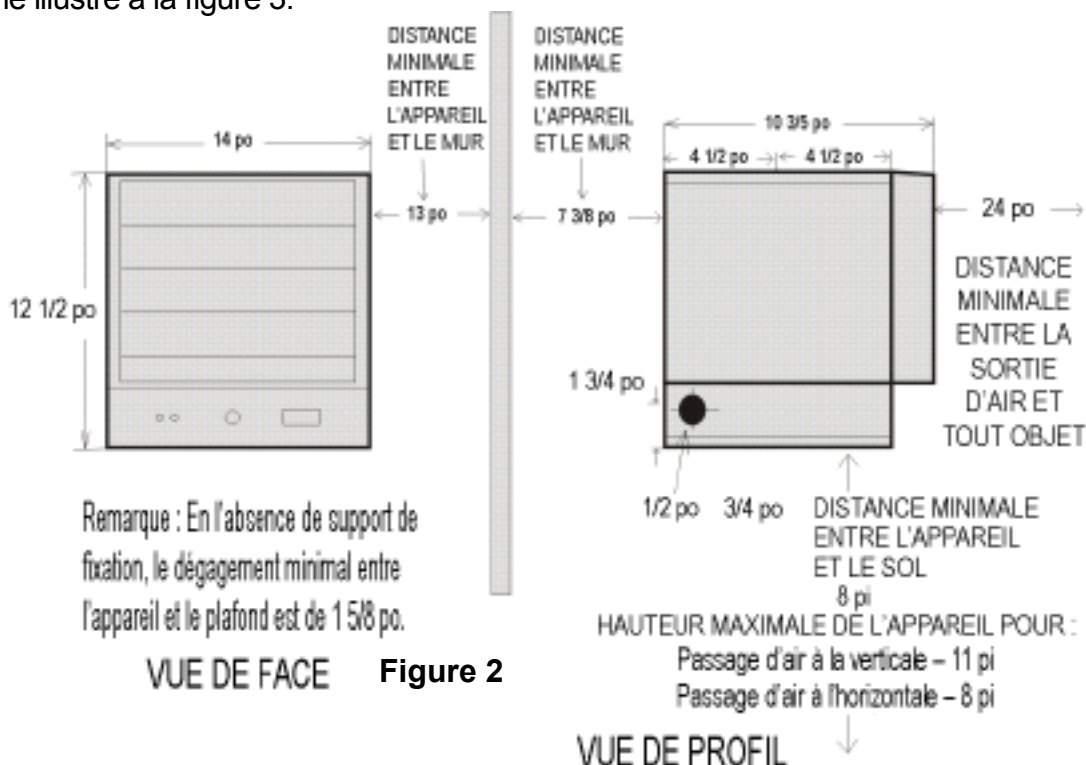

Figure 2
9. Le radiateur doit être installé à au moins 8 pieds du sol. Pour voir des dégagements spécifiques, voir la figure 2.
Installez le radiateur à l'écart des zones de circulation et maintenez le dégagement minimal décrit à la figure 2. Le passage d'air ne doit pas être obstrué par des colonnes ou des machines, et l'air doit longer les murs plutôt qu'être poussé directement sur ces derniers. Lorsque plusieurs radiateurs sont utilisés, ils doivent être disposés de façon à créer un passage d'air continu avec les autres radiateurs afin de mieux faire circuler l'air chaud, comme illustré à la figure 3.